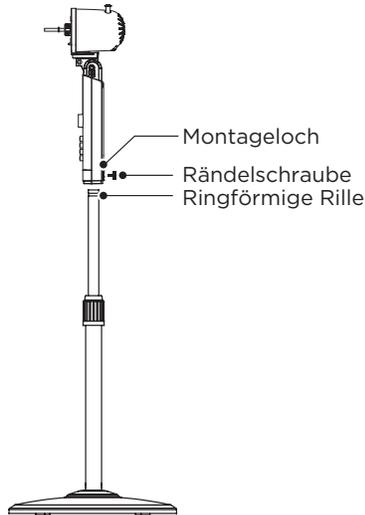

Abb. 4
- 5 Setzen Sie das Kopfteil auf die Stange und ziehen Sie die Rändelschraube fest, dass sie in der Fluchtlinie mit der Nut an der Innenstange ausgerichtet ist. (Abb. 4)